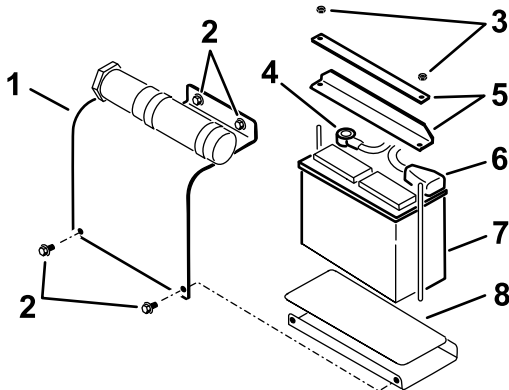

Figura 4
1. Togliete i quattro bulloni che fissano il coperchio della batteria ed il coperchio (Figura 4).
2. Rimuovete i dadi e le barre che fissano la batteria (Figura 4).
5. Montate la batteria sulla pedana (Figura 4).
6. Fissate la batteria al telaio con le barre e i dadi tolti in precedenza (Figura 4).
7. Collegate il cavo positivo (rosso) al polo positivo (+) della batteria (Figura 4). Infilate il cappuccio di gomma sul polo della batteria.
8. Collegate il cavo negativo (nero) al polo negativo (-) della batteria (Figura 4).
9. Montate il coperchio della batteria con i 4 bulloni rimossi in precedenza (Figura 4).